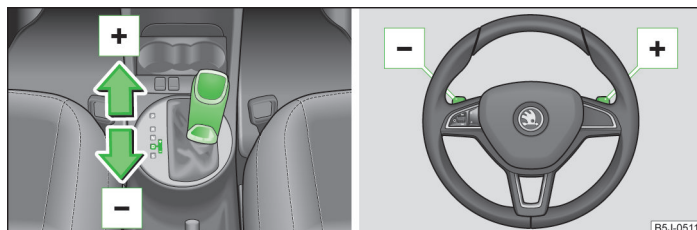

Fig. 90 Levier sélecteur/volant multifonction
- Donnez une impulsion sur le levier sélecteur vers l'avant » fig. 90.
- Poussez le bouton à bascule de droite » fig. 90 brièvement en direction du volant.
- Donnez une impulsion sur le levier sélecteur vers l'arrière » fig. 90.
- Poussez le bouton à bascule de gauche » fig. 90 brièvement en direction du volant.
- Poussez un des boutons à bascule brièvement en direction du volant » fig. 90.